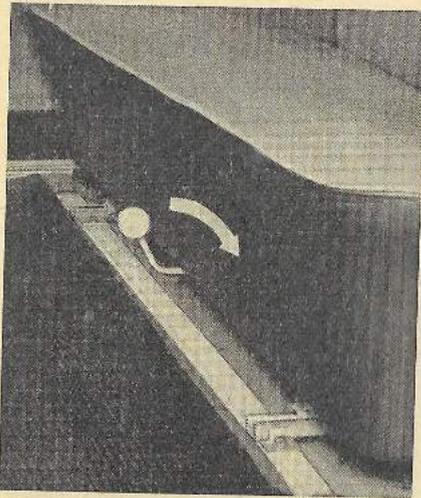

Abb. 25: Verstellhebel der vorderen Sitzbank 1/56/93
**3. Die vordere Sitzbank** läßt sich, genau wie bei dem 2türigen Wagen die Einzelsitze, auf Gleitschienen während der Fahrt verstellen. Dazu den Verstellhebel in der Mitte der Sitzbank in Richtung Lenksäule drücken (siehe Abb. 25) und die Sitzbank mit dem Körper in die gewünschte Stellung verschieben.